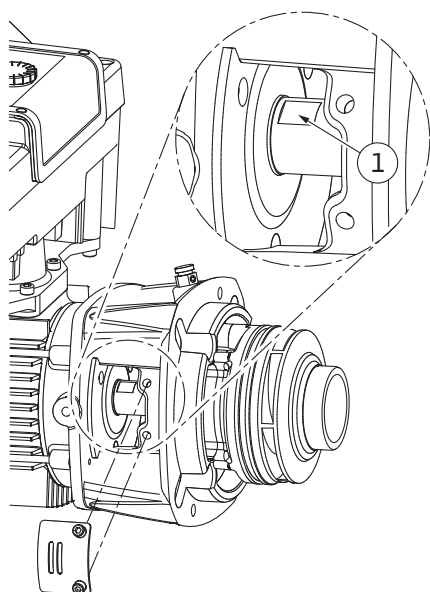

Fig. 100: Sleutelvlakken op de as
14. Plaats een steeksleutel (sleutelwijdte 22 mm) in het lantaarnstukvenster en houd de as op de sleutelvlakken vast (Fig. 100, pos. 1). Draai de waaiermoer (Fig. I, pos. 22) eruit. De waaier (Fig. I, pos. 21) wordt automatisch van de as getrokken.
15. Demonteer de compensatieschijf (Fig. I, pos. 20).
3. Plaats een steeksleutel (sleutelwijdte 22 mm) in het lantaarnstukvenster en houd de as op de sleutelvlakken vast (Fig. 100, pos. 1).